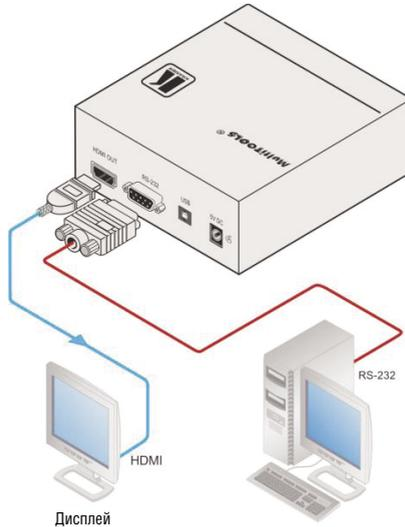

Рис. 3. Подключение генератора тестовых сигналов 840xl
Чтобы подсоединить прибор **840xl** в соответствии с примером, изображенным на рис. 3:
3. Подключите сетевой адаптер к розетке 5V DC и к электросети (на рис. 3 не показано).